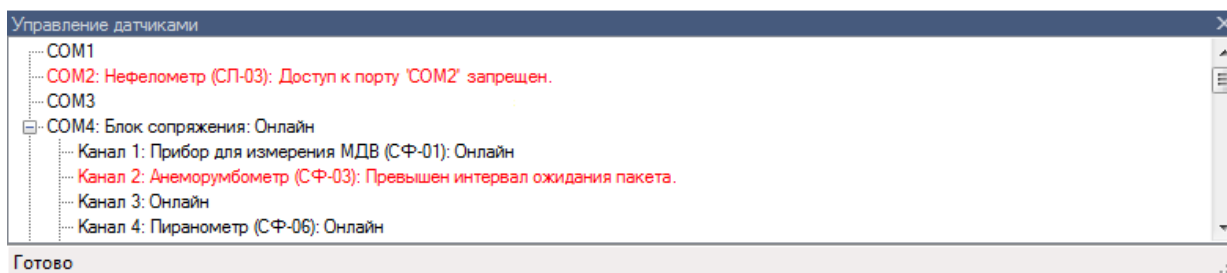

Рисунок 2.18 – Панель управления датчиками
2.6.5 Нижняя панель управления датчиками «Управление датчиками» (рисунок 2.18)